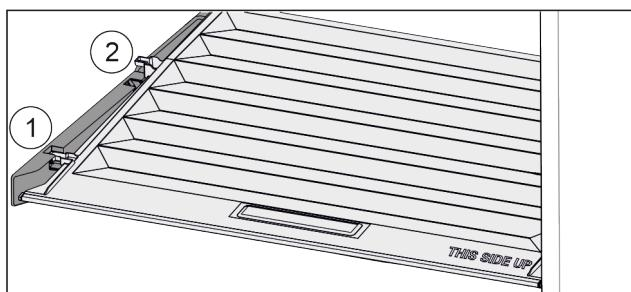

Fig. 91
- ▶ Потянуть крышку до отверстия в поддерживающих деталях вперед Fig. 91 (1).
- ▶ Поднять сзади снизу и извлечь Fig. 91 (2) движением верх.